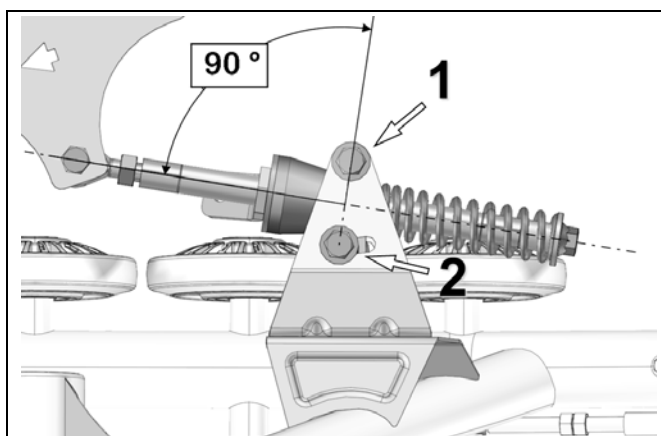

Abbildung 15
- Stellen Sie die Verdrehsicherungs-Halterung im 90° Winkel (senkrecht) zur Stabilisierungsstange ein. Ziehen Sie die beiden Befestigungsschrauben (1 und 2) des Verdrehsicherungsbügels auf ein Drehmoment von 50 N•m an. Siehe Abbildung 15.